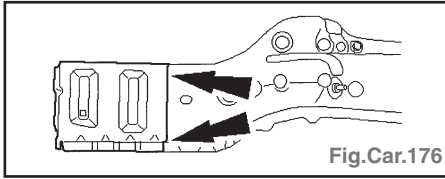

Fig.Car.176
- découper la pièce neuve pour le remplacement partiel de longeron (Fig.Car.176).